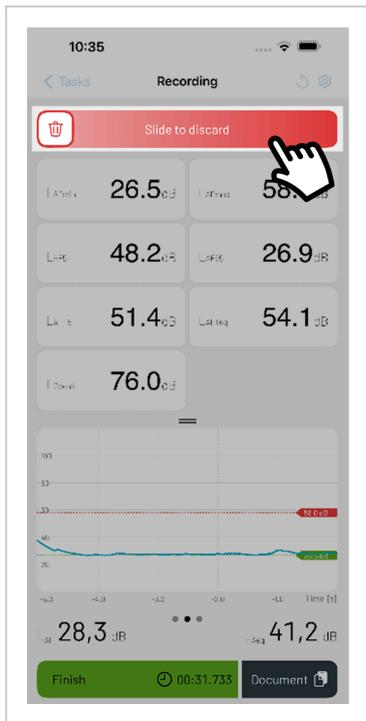

Abbildung 11: Verwerfen einer Messung.
- Falls Sie die Messung verwerfen möchten, streichen Sie oben im roten Bereich von „links nach rechts“ (Abbildung 11).